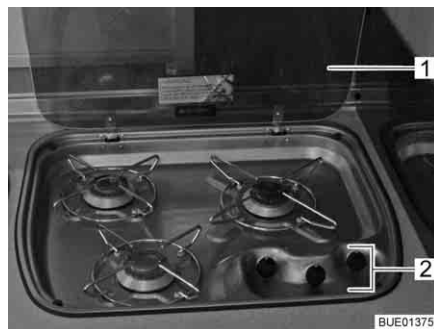

Fig. 210 Réchaud à gaz
- Ouvrir le couvercle du réchaud à gaz (Fig. 210,1).
- Tourner le bouton tournant (Fig. 210,2) du brûleur désiré en position d'allumage (grande flamme).